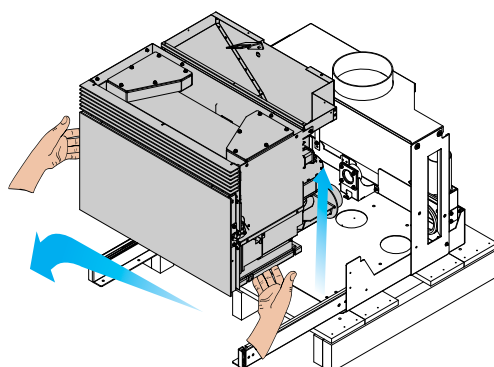

fig. 6.1.6
- 6) Levantar la máquina y retirarla de los raíles (fig. 6.1.6)